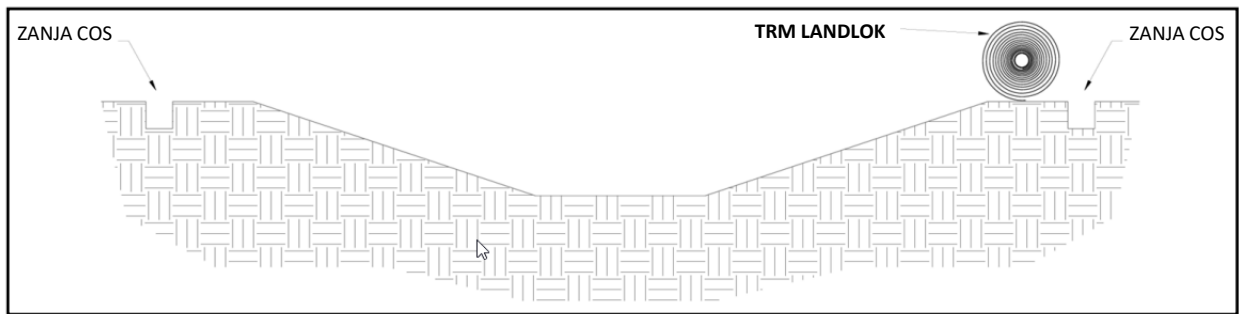
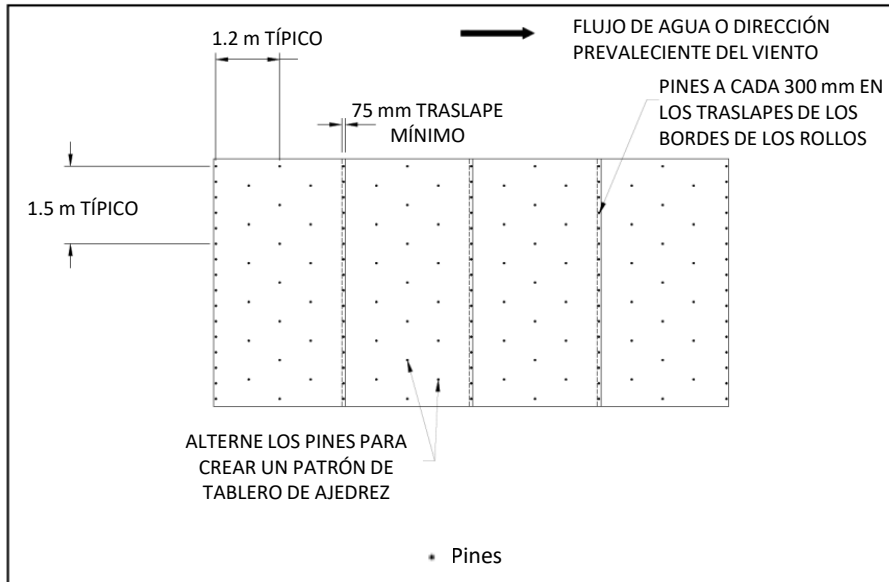

Figura 9: Alineamiento de zanja de cresta de talud (COS)
Figura 13: Ejemplo de patrón de traslapes
6. Coloque el siguiente panel de LANDLOK tendiendo el rollo de manera que el extremo del rollo apunte hacia la zanja COS (Figura 9), con 75 mm de traslape creada en ubicaciones de bode de panel adyacentes. Asegúrese que los bordes de los paneles adyacentes mantengan un mínimo de 75 mm de traslape durante el tendido del LANDLOK (Figura 13)
- Los bordes del rollo deberán traslaparse un mínimo de 75 mm con los pines colocados a cada 300 mm (Figura 13).
10. Continúe trabajando en la longitud del canal repitiendo los pasos 6 al 9, traslapando 75 mm cada panel adyacente de LANDLOK (Figura 13). El último panel de LANDLOK deberá terminar en la zanja de terminación del canal (TC) con pines a cada 300 mm al centro.